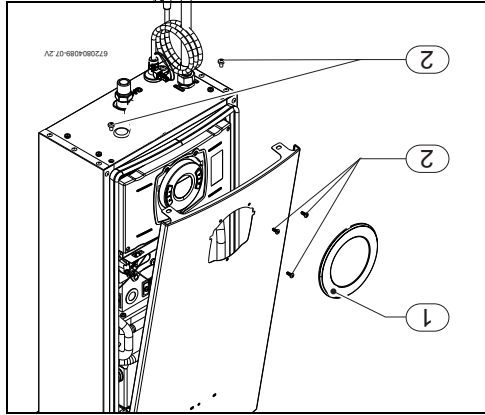

Fig. 21 Retirer le carénage
- Tirer le cache (fig. 21, [1]) légèrement vers l'avant pour le retirer de l'appareil.
- Enlever les 5 vis de sécurité du carénage (fig. 21, [2]).